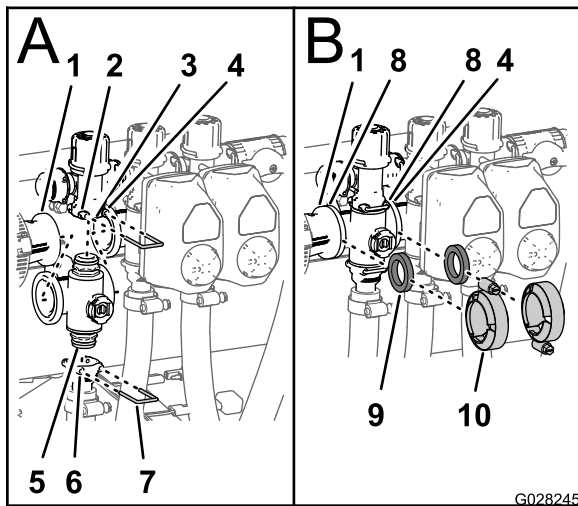

図 88
3. デグチフィッティングを、マニホールドバルブの下側エンドキャップフィッティングに取り付ける 図 88; A。
4. エンドキャップフィッティングを出口フィッティングに取り付ける出口フィッティングのソケットにリテーナを差し込んで固定する: 図 88; A。
6. リデュースカップリング、ガスケット、個別ブームバルブマニホールドを組み立ててクランプを手締めする 図 88; B。
7. 一番左側のつの個別ブームバルブを取り付ける場合には、両隣のつの個別ブームバルブのフランジとの間にガスケット1枚を入れる 図 88; B。
8. 各個別ブームバルブ、その両隣の2つの個別ブームバルブのマニホールド、ガスケットを組み立ててクランプを手締めする 図 88; B。